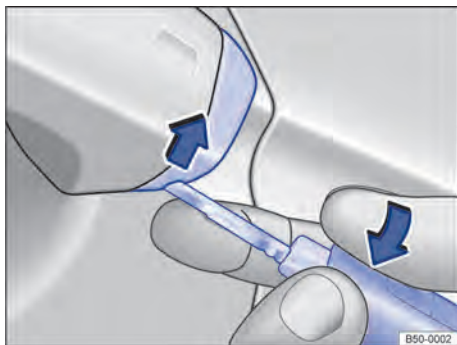

Fig. 72 Maçaneta da porta do condutor: alavancar a capa de cobertura para fora.
- Alavancar a capa de cobertura para fora, juntamente com a chave do veículo no sentido da seta → Fig. 72.